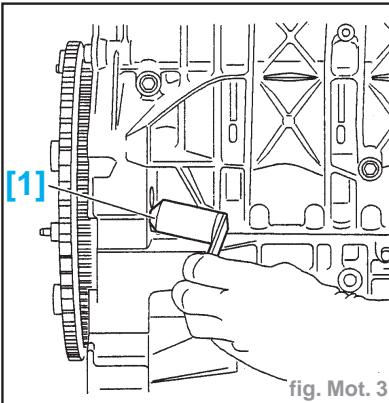

fig. Mot. 3
- la tôle (8)
- le boîtier de sortie d'eau (7)
- la plaque (6)
- la vanne EGR (5)
- Mettre en place l'outil [1] (réf. 0189C) (fig. Mot. 3).
- Déposer l'outil [1] (fig. Mot. 3)